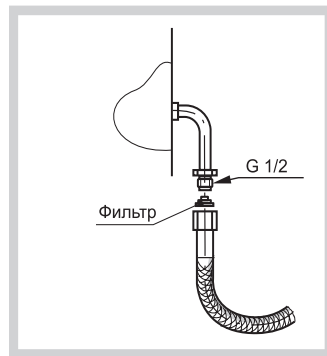

Рис. 9
- Подсоединение плиты к газовой сети или баллону должно быть выполнено при помощи гибкого шланга (рис. 9) согласно действующим в Вашем регионе нормативным документам в области газоснабжения и безопасности.